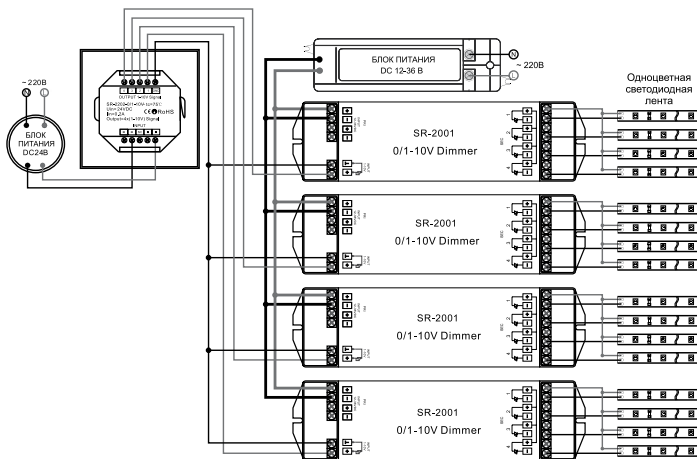

Рис. 1. Схема подключения на примере диммера SR-2001.
- 3.2. Выполните подключение согласно схеме Рис. 1.